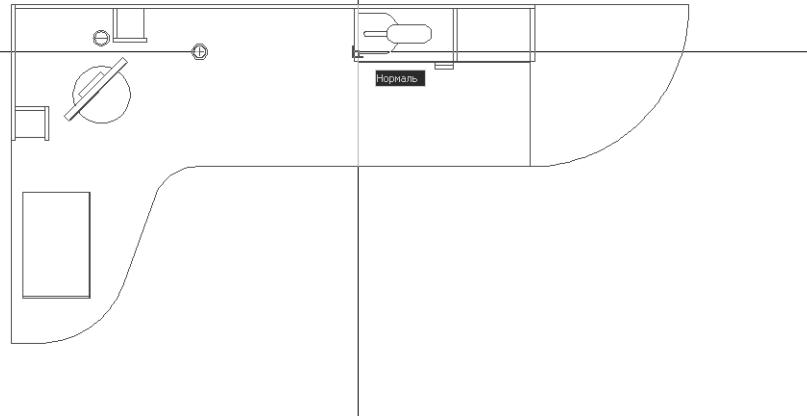

Рис. 6.44 ▼ Задание расстояние смещения с помощью режимов привязки Центр (Center) и Нормаль (Perpendicular)
11. В ответ на приглашение задать расстояние смещения выберите центр опоры с помощью режима привязки **Центр** (Center). Затем щелкните на кнопке **Нормаль** (Snap to Perpendicular) панели инструментов **Объектная привязка** (Object Snap) и выберите точку, которая находится на пересечении левой границы контура крышки парты и перпендикуляра, проведенного к этой границе из центра опоры (рис. 6.44).